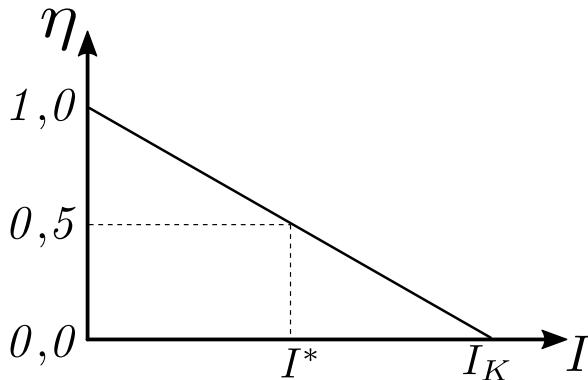

Рис. 4. Зависимость КПД источника от силы тока
Из уравнения (9) следует, что зависимость КПД от силы тока изображается прямой линией (рис. 4), убывающей от значения $\eta = 1$, при токе $I = 0$, до значения $\eta = 1$, при силе тока $I_K = \frac{\mathcal{E}}{r}$.